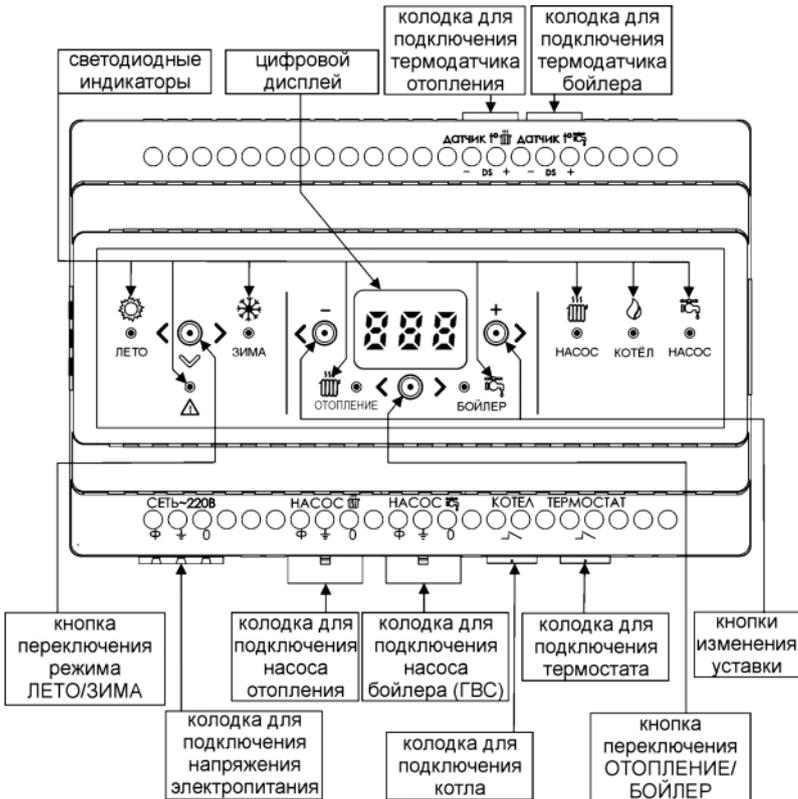
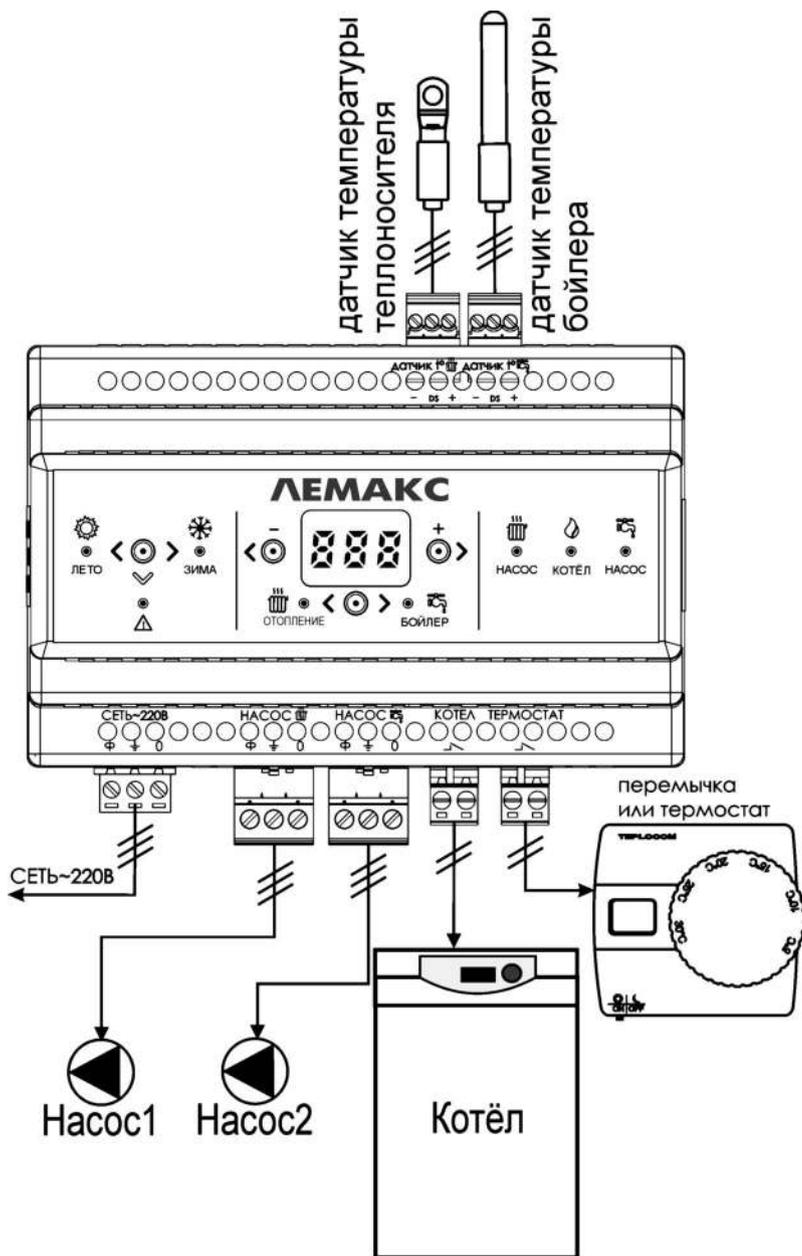

Рисунок 1 — Общий вид передней панели изделия
Рисунок 4 - Схема подключения
Общий вид изделия, расположение светодиодных индикаторов, кнопок и разъемных клеммных колодок для подключения показаны на рис. 1.
Для удобства подключения устройств к контроллеру используются разъемные клеммные колодки, облегчающие монтаж оборудования (входят в комплект поставки). Подключение контроллера следует выполнять в следующей последовательности (см. рис. 4):
- подсоедините к кабельным частям разъемных клеммных колодок провода для подключения котла, насосов, термостата в соответствии с указанной на корпусе изделия маркировкой (см. рис. 1 и рис.4);
- установите режим работы контроллера ЛЕТО/ЗИМА (см. рис. 1);